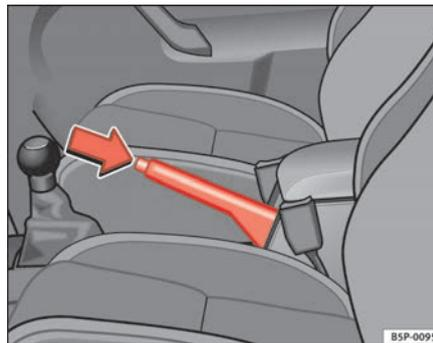

Fig. 144 Travão de mão entre os bancos dianteiros
- Puxar a alavanca do travão de mão com força ⇒ página 178, fig. 144.
- Puxar a alavanca um pouco para cima, premir o botão desbloqueador no sentido da seta ⇒ página 178, fig. 144 e reconduzir a alavanca do travão de mão totalmente até baixo ⇒ .